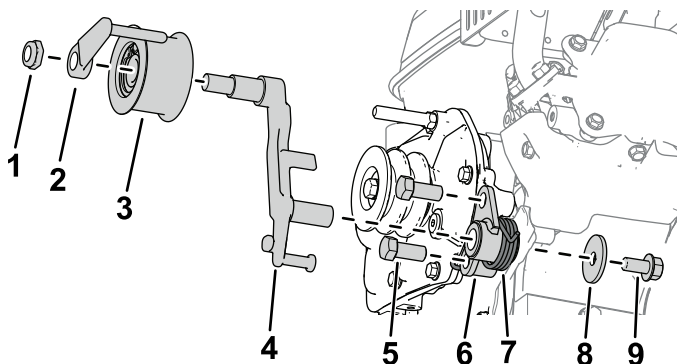

Bild 3
5. Montieren Sie die Kupplungshalterung mit zwei Schrauben (7/16" x 1") am Getriebe, wie in Bild 3 dargestellt.
6. Befestigen Sie den Kupplungshebel an der Kupplungshalterung (Bild 3).
7. Befestigen Sie die Drehmomentfeder mit einer Unterlegscheibe (3/8" x 1 3/8") und einer Schraube (3/8" x 3/4") an der Kupplungshalterung, wie in Bild 3 dargestellt.
8. Montieren Sie die Spannscheibe mit einer Riemenführung und einer Sechskantmutter am Kupplungshebel (Bild 3).